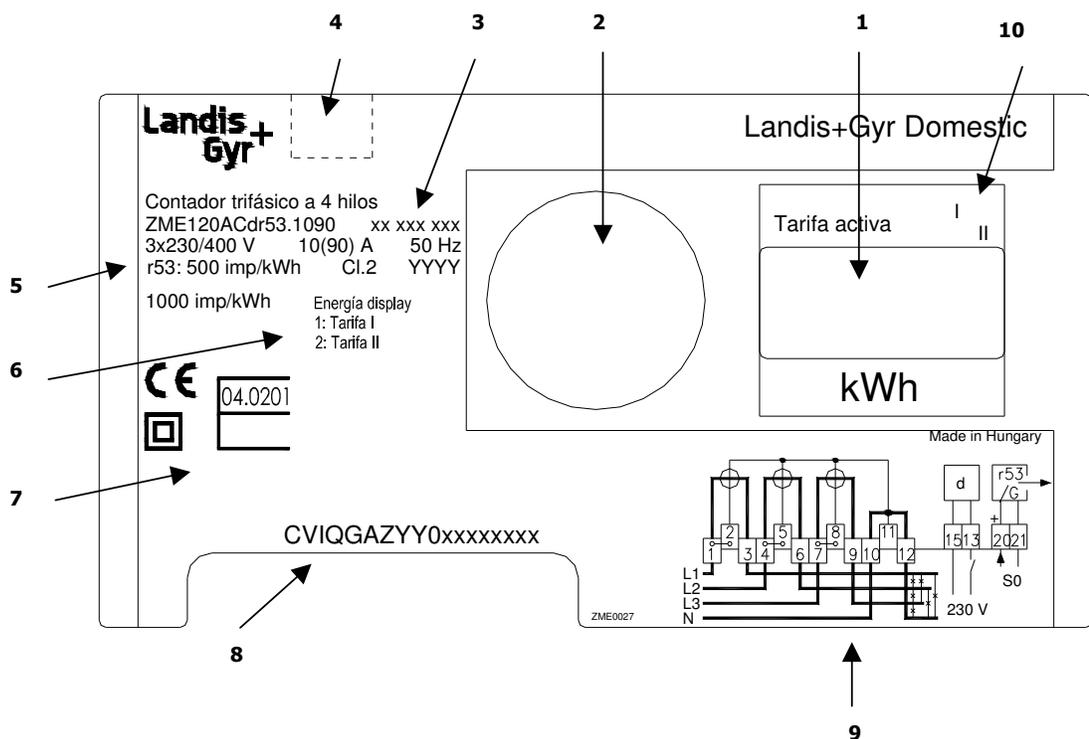

Fig. 3.2 Placa características
- 2 Placa de características (ver detalles en Fig. 3.2)